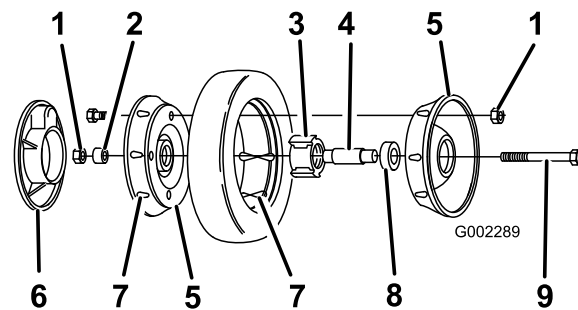

Figura 26
3. Retire el perno, el suplemento de la rueda y la contratuerca que monta la rueda al brazo de pivote (Figura 26).
4. Separe las mitades de la rueda del neumático retirando los 4 pernos y las 4 contratuercas (Figura 26).
Nota: Si retira los cojinetes del conjunto de cojinete/buje, retírelos apretando sobre el suplemento del cojinete (Figura 26).
1. Coloque el neumático en una mitad de rueda, alineando las orejetas en cada pieza (Figura 26).
2. Coloque el conjunto cojinete/buje en el hueco central de la mitad de la rueda. Asegúrese de que las patas del buje están posicionadas sobre la brida del hueco (Figura 26).
3. Coloque la otra mitad de la rueda sobre el conjunto cojinete/buje, alineando las orejetas de la rueda y del neumático y los taladros de montaje (Figura 26)
4. Usando 2 tornillos o pernos de rosca completa (1/4-20 x 1,50 pulg.) y tuercas no de freno, conecte sin apretar las dos mitades de la rueda. Monte los tornillos o pernos en taladros opuestos (Figura 26).
5. Compruebe la alineación de todas las piezas y apriete los tornillos, alternando de uno a otro para que el encaje sea uniforme, hasta que las mitades de la rueda estén juntas (Figura 26).
6. Instale los 2 pernos y 2 contratuercas que retiró anteriormente en los taladros restantes de las mitades de la rueda, y apriételos. Retire los dos tornillos o pernos largos y sustitúyalos por 2 pernos y 2 contratuercas (Figura 26).
7. Instale la rueda en el brazo de pivote con los pernos, un suplemento y una contratuerca. Asegúrese de que el suplemento está colocado entre el buje de la rueda y el brazo de pivote (Figura 26).